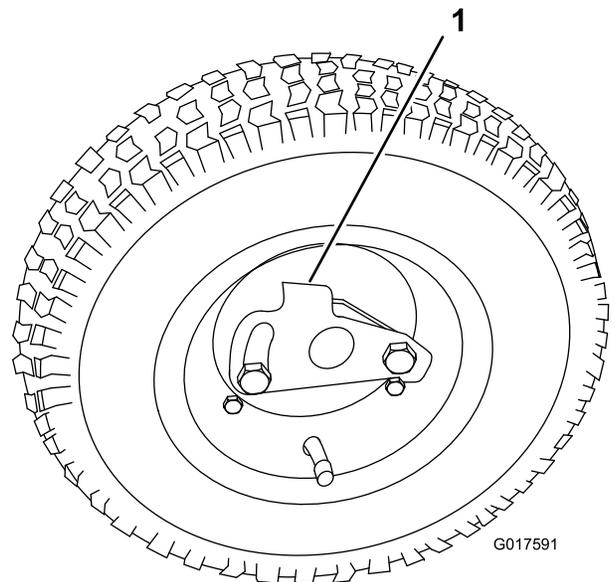

Figura 10
2. Gire la pletina de retención de la rueda hacia el centro de la rueda y coloque la rueda sobre el eje hexagonal (**Figura 10**).